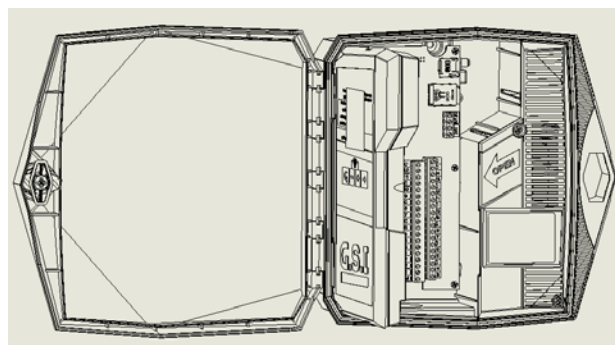

Figure 2: Apertura del pannello di controllo
2. Aprire il pannello di controllo (Figure 2).
8. Aprire il pannello di controllo (Figure 2).